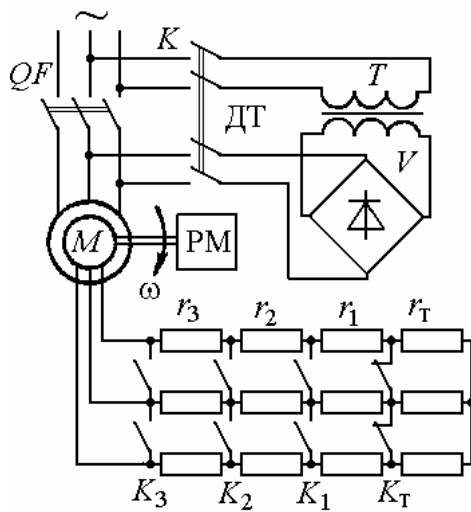
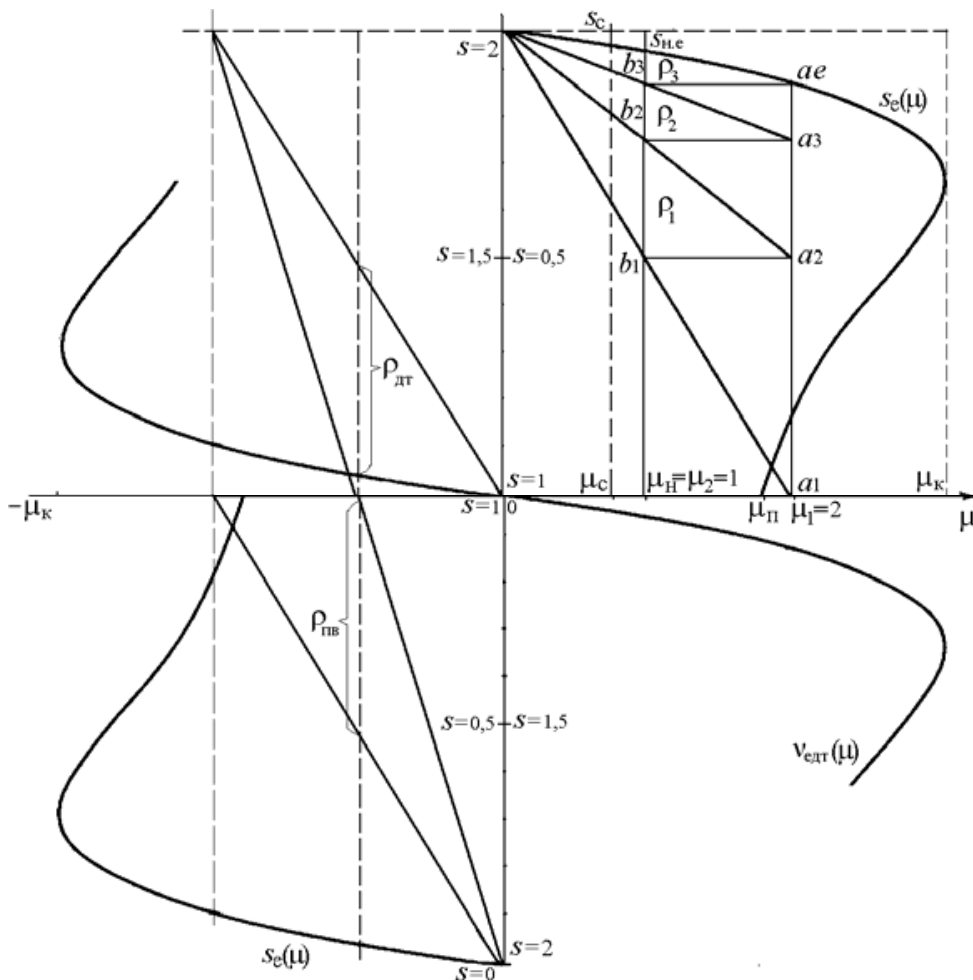

Рис.13. Схема реостатно-релейного пуска и торможения АДФР
Рис.14. Механические пусковые и тормозные характеристики АДФР
**Задача 22.** Для привода с асинхронным двигателем с фазным ротором и реостатно-релейным управлением (рис.13) построить статические характеристики реостатного пуска и рассчитать ступени пускового реостата (рис.14). Номинальные данные асинхронного двигателя привода:  $P_H = 22$  кВт;  $U_{1H} = 380$  В;  $I_{1H} = 50$  А;  $s_H = 0,06251$ ;
**Задача 23.** Определить вид переходных процессов и построить характеристики изменения момента и скорости двигателя при реостатно-релейном пуске привода с асинхронным двигателем при постоянном моменте нагрузки ( $\mu_1 = \text{const}$ ). Двигатель имеет данные  $P_H = 22$  кВт;  $\omega_0 = 104,5$  рад/с;  $s_H = 0,0625$ ;  $J_{\delta} = 0,5$  кгм2. Приведенные параметры механизма:  $M_c = 0,5M_H$ ,  $J_{пр} = 0,5$  кгм2. Привод пускается в три ступени при  $\mu_1 = 2$  и  $\mu_2 = 1$  (см. задачу 22). Механические характеристики и характеристики пуска приведены на рис.14, 15.
**Задача 24.** Для схемы асинхронного привода с реостатным управлением по рис.13 определить величину сопротивления ступени тормозного противовключения  $r_T = r_{пв}$  при максимальном значении тормозного момента  $\mu_{T1} = 2$  и  $s_{T1} \approx 2$ . Номинальные данные двигателя привода приведены в задаче 22.
2. По графику пусковых характеристик  $m = 3$ ,  $\mu_1 = 2$ ,  $\mu_2 = 1$  и сопротивление противовключения  $r_T = r_{пв}$  (см. рис.14).
**Задача 25.** Для схемы асинхронного привода с реостатным управлением (см. рис.13) определить величину напряжения постоянного тока, подаваемого взамен переменного в статор двигателя, и величину сопротивления динамического торможения  $r_{dT1}$  для  $\mu_{dT1} = 1$  при  $v_{dT1} = 0,9375$ . Соединение обмоток статора - звезда. Номинальные данные двигателя привода приведены в задаче 22. Для расчета напряжения питания двигателя постоянным током принять омическое сопротивление фазы статора двигателя  $r_{1\phi} = 0,24$  Ом.